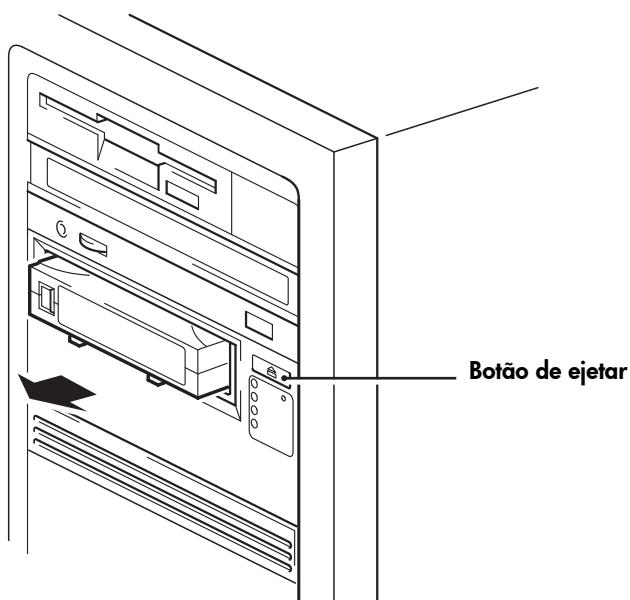

Figura 9b: descarregar um cartucho
- 1 Pressione o botão de ejectar no painel frontal. (Consulte a Figura 9b.)